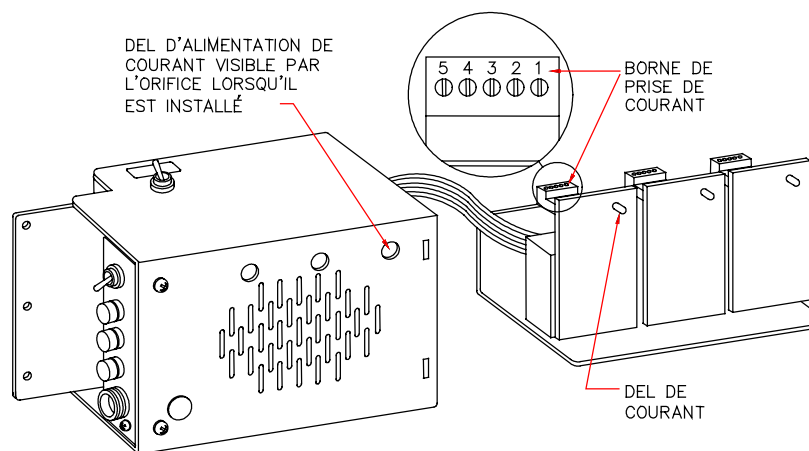

Figure 14
- d) Avec un voltmètre, vérifiez la tension de sortie à chaque borne de prise de source de courant 1 et 2. Le relevé devrait être de 120 V.c.a. (Voir la figure 14 et le schéma de filage à la page 17).
- e) Avec un voltmètre, vérifiez la tension de sortie de chaque borne de prise de source de courant 3 et 4 (Voir la figure 14 et le schéma de filage à la page 17). Le relevé devrait être de 30 à 35 V.c.c.